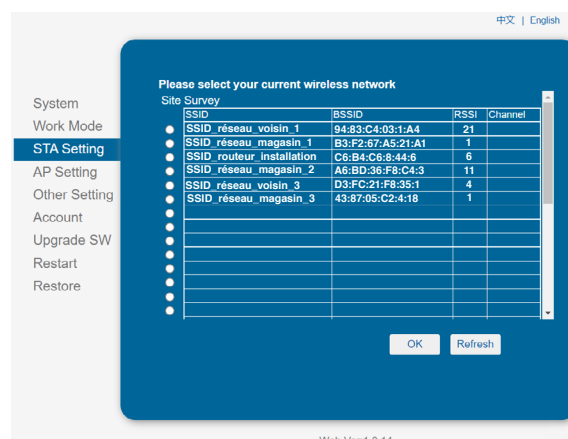

Fig. 52. Sélection du réseau Wi-Fi.
5. Sélectionner le réseau WiFi souhaité et cliquer ou appuyer sur « OK ». Seul routeur 2,412 GHz-2,484 GHz est pris en charge Voir Fig. 52.